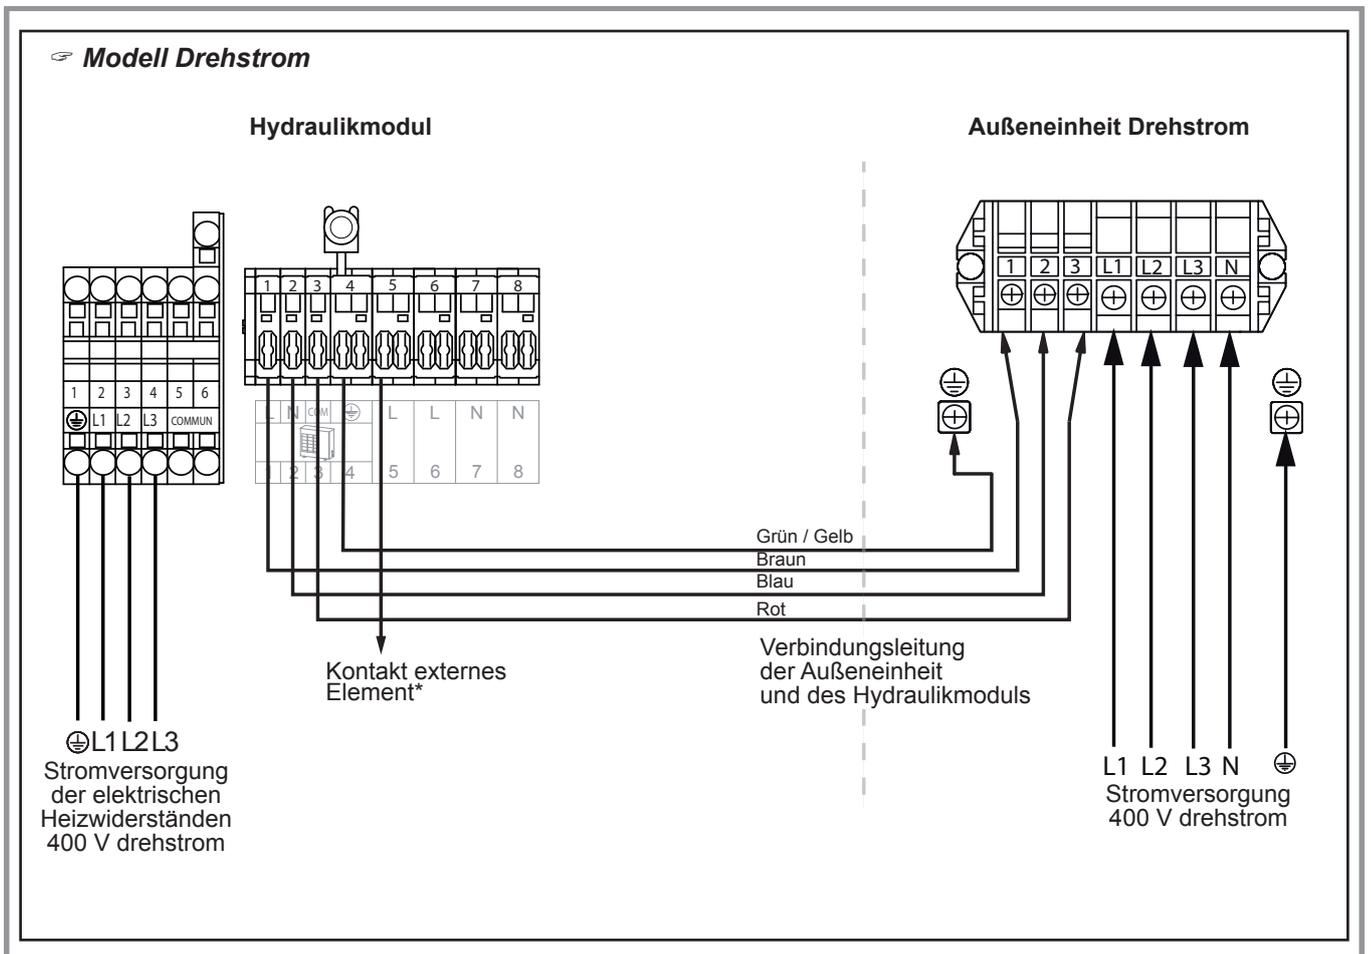

Abbildung 38 - Anschließen an die Klemmenleisten und Leistungsrelais
- Die Anschlüsse gemäß der Skizze Abbildung 38, Seite 37 ausführen.
- Die Anschlüsse gemäß der Skizze **Abbildung 38** ausführen.